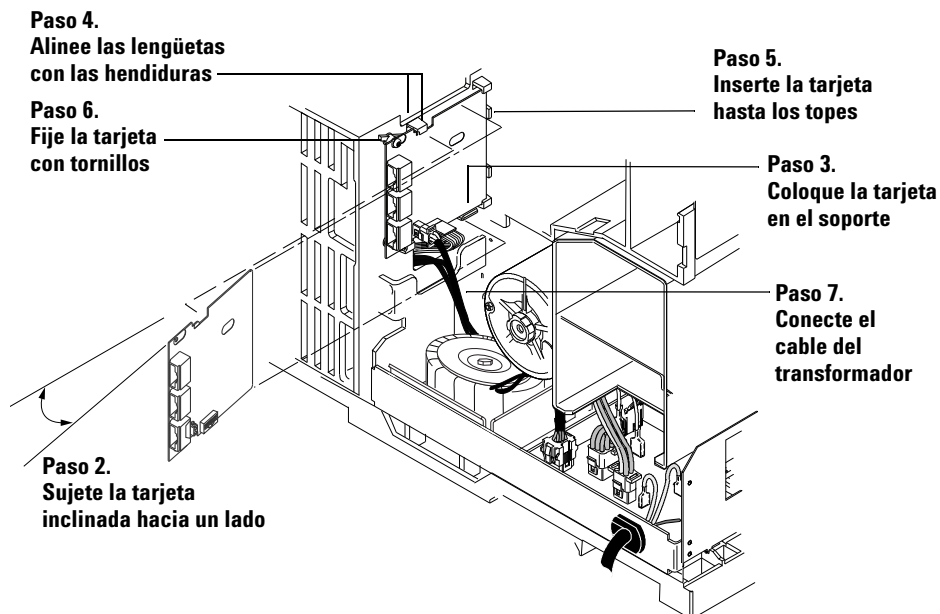
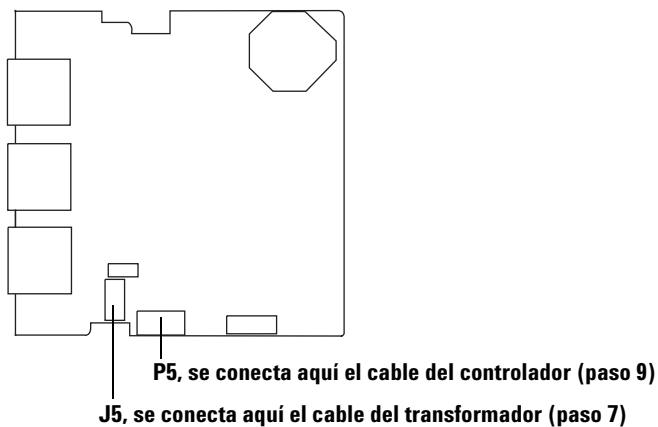
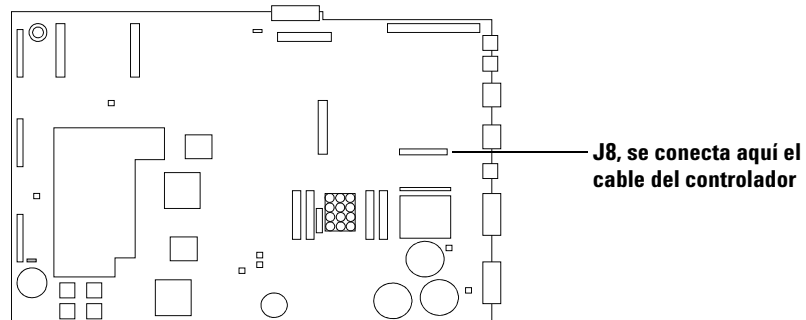

Figura 33 Instale la tarjeta de interfaz del ALS
Figura 34 Conectores de interfaz del ALS
Figura 36 Tarjeta principal del GC
- 2 Sujete la tarjeta en posición vertical y ligeramente ladeada (Figura 33).
- 6 Fije la tarjeta al chasis con dos tornillos. No debe presionar ni arquear la tarjeta contra la lengüeta de bloqueo (Figura 33).
- 7 Localice el cable de 2 hilos que sale del transformador y conéctelo a la tarjeta de interfaz del ALS en J5. (Figura 33 y Figura 34).
- 9 Conecte el cable PCB del controlador, número de referencia G2612-60510, a la tarjeta principal en J8 y a la tarjeta de interfaz del ALS en P5. Pase el cable por la hendidura de la tarjeta principal (Figura 34 y Figura 36).